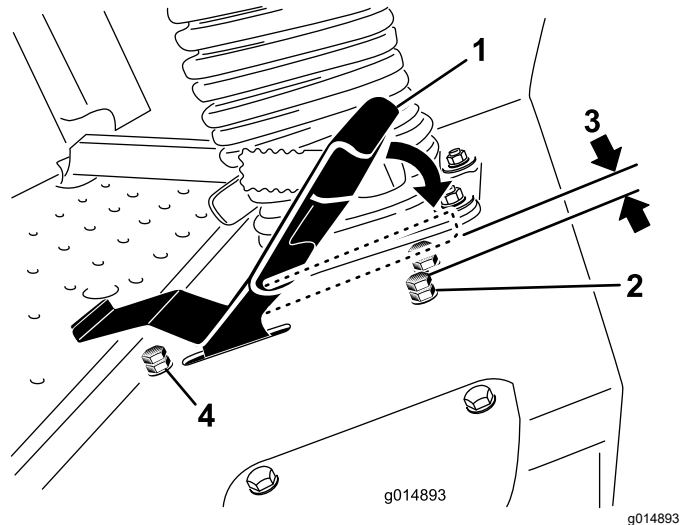

Рисунок 49
3. Отпустите контргайку на упорном болте педали тяги (**Рисунок 49**).